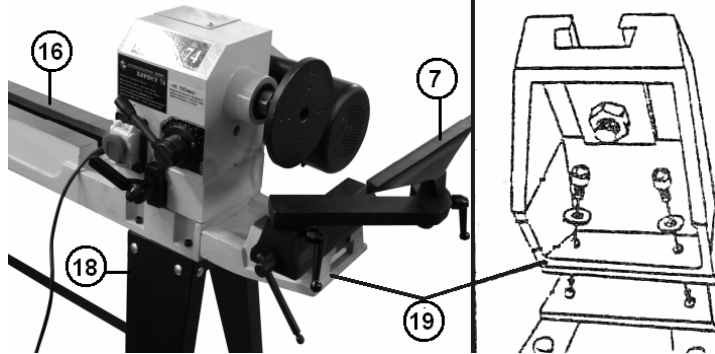

Рис.9.
8.6. Установка удлинителя станины (Рис. 9)